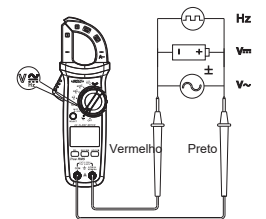

fig. 3
2. AC/DC Medição da tensão e frequência da tensão (fig. 3)